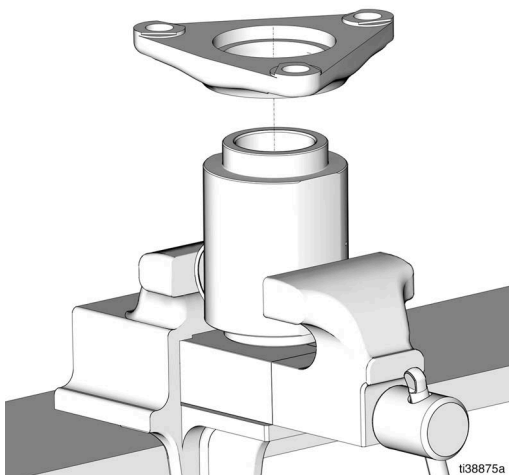

Рис. 20
- Установите адаптер выпускного корпуса, совместив отверстие в адаптере со штифтом на выпускном корпусе (Рис. 20).